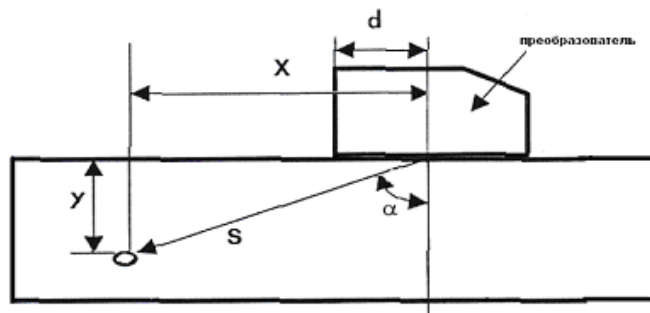

Рис. 3 Определение координат дефекта при работе с наклонным ПЭП
8.8.4 Установить преобразователь на поверхность контрольного образца № 2, обработанную контактной смазкой (рис. 3).
8.8.10 По паспортным данным контрольного образца (координатам расположения дефекта относительно ребер и граней образца) и используя номинальные значения местоположения точки ввода на ПЭП и его угол ввода α (п. 8.8.2), по схеме на рис. 3 вычислить номинальные значения $Y_{ном}$, $X_{ном}$ и $S_{ном}$.